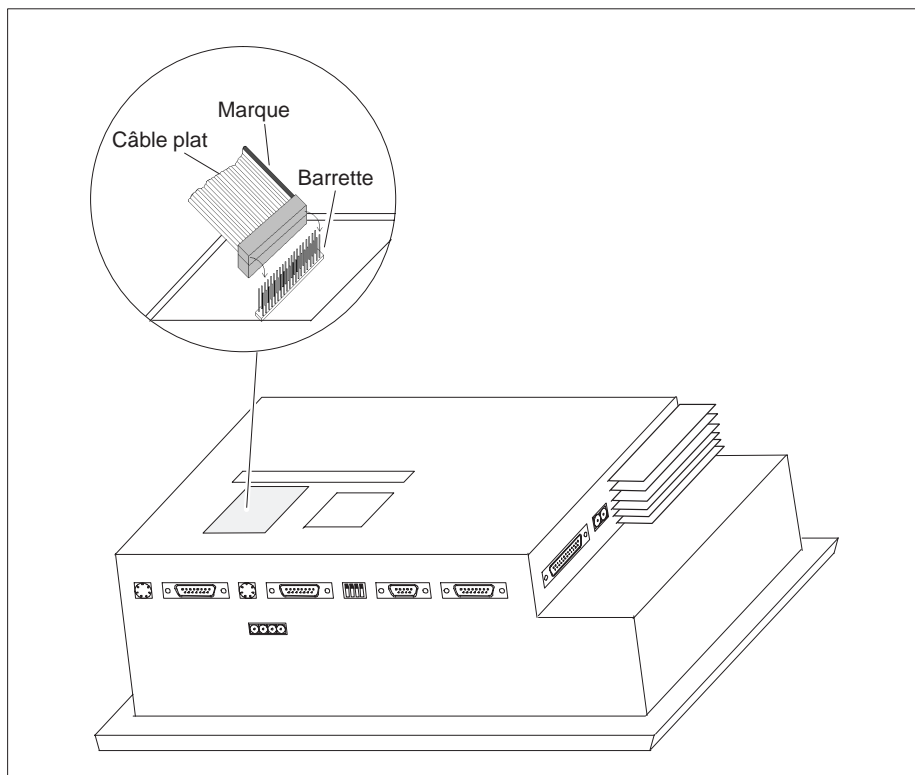

Figure 17-2 Connexion du module de touches directes (exemple du TP37)
3. Enfichez le connecteur du câble plat du DTM sur la barette du Touch Panel, de sorte que le côté marqué en couleur du câble plat soit dirigé vers le centre de l'appareil (représenté sur le TP37 pris comme exemple dans la figure 17-2).